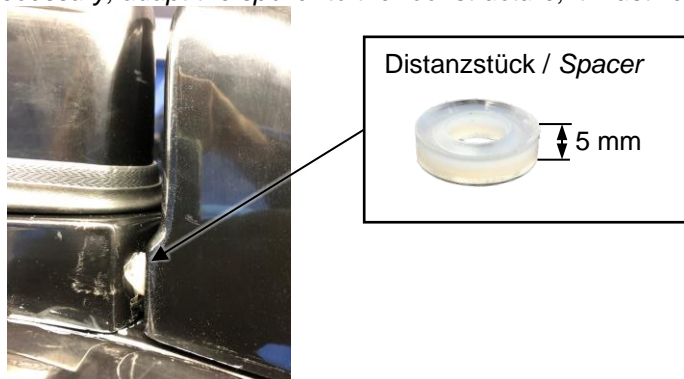

Abb. 3-1: Positionierung des Frontspoilers / *Positioning of the front spoiler*
- Er muss einen Abstand von 5 mm zum GFK-Rahmen haben (s. Abb. 3-1)
- *It must have a distance of 5 mm to the GRP frame (see Abb. 3-1)*